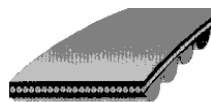

Fig. 2^A
- Correias em "V" Dentadas - mais flexível que a lisa (fig. 2) ;